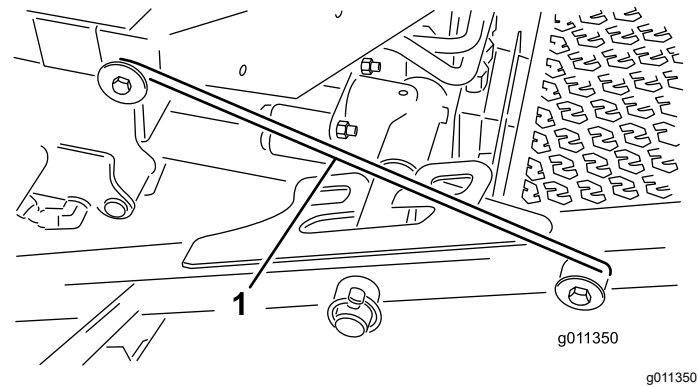

图 7
4. 从前承载架止动器松开门锁杆图 7。
5. 提升前剪刀刀盘的外侧并将门锁放置到安装在操作员平台前部的机架销上图 7。